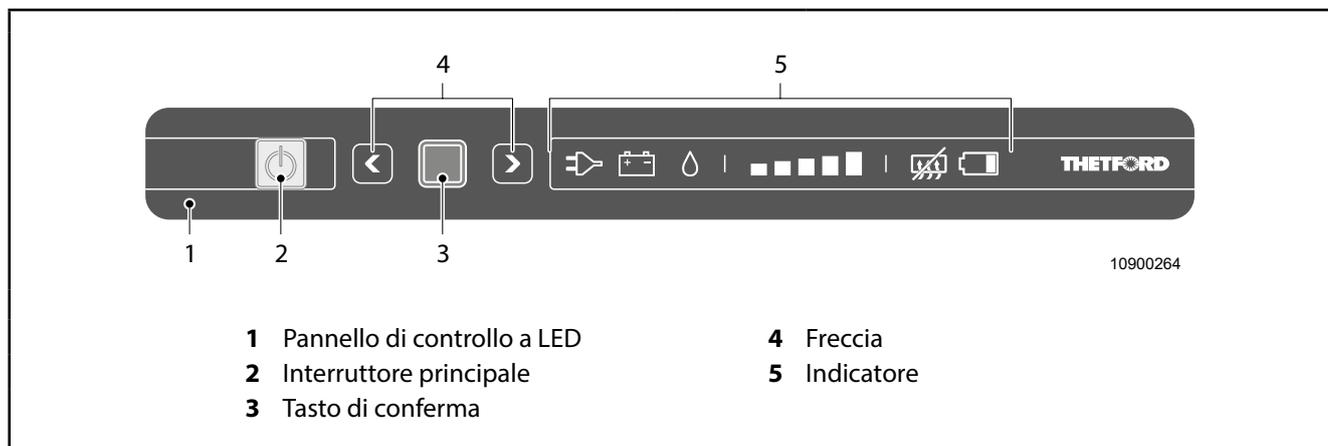

Fig. 51 Pannello di comando - frigorifero Thetford serie N 3XXX
- ◆ Per attivare le singole funzioni, premere il tasto di selezione per ca. 2 secondi (Fig. 51, pos. 3).
- ◆ Quindi selezionare la modalità desiderata con la freccia (Fig. 51, pos. 4).
- ◆ La modalità selezionata viene illuminata sul display a destra (Fig. 51, Pos. 5).
- ◆ Per confermare la modalità selezionata, premere di nuovo il pulsante conferma (Fig. 51, pos. 3).